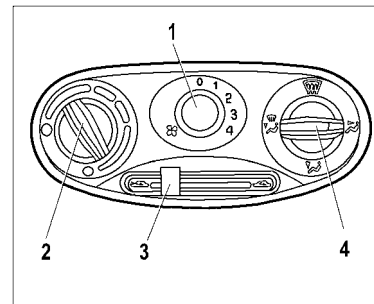

Рис. 36. Блок управления системой вентиляции и отопления
Отопительно-вентиляционная установка автомобиля предназначена для создания в салоне комфортной температуры воздуха, значение которой регулируется блоком управления системой вентиляции и отопления (рис. 36). Однако она не может обеспечить в салоне температуру ниже, чем имеет наружный воздух.
- **рукоятку 2** (см. рис. 36) повернуть по часовой стрелке в правое положение до упора (синяя точка на блоке управления);
- **рукоятку 1** (см. рис. 36) переключателя режимов работы электровентилятора отопителя поставить на желаемую скорость подачи воздуха в салон;